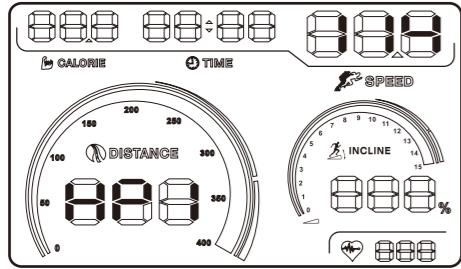

图27
3. 接上步，屏幕右上角，显示最大的心跳数值，请按下SPEED（速度）的+（增加）/-（减少）键调整您的最大心跳数值，调整好后，按Training Prog键，确认。（图27所示）。